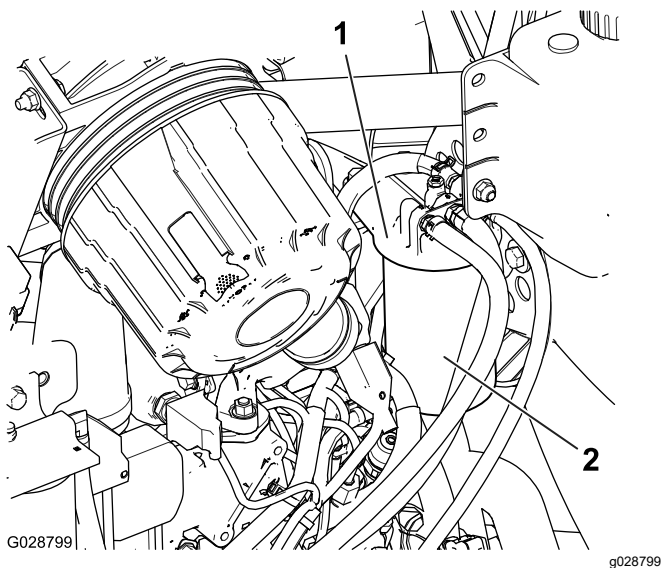

Figura 50
1. Pulite le superfici circostanti la testa del filtro del carburante (Figura 50).
2. Togliete il filtro e pulite la superficie di montaggio della testa del filtro (Figura 50).